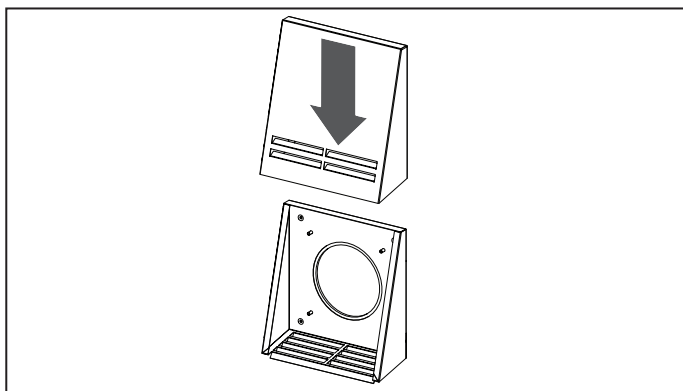
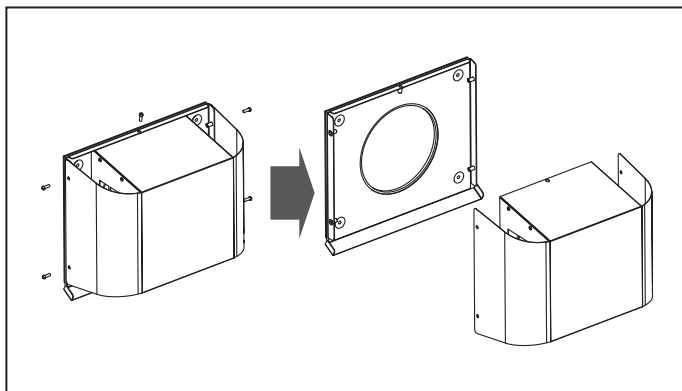

Рис. 25.
Рис. 26
- снимите переднюю часть вентиляционного колпака: Рис. 25 – для модели VENTO A50 / A50-1; Рис. 26 – для модели VENTO A50 S / A50-1 S.